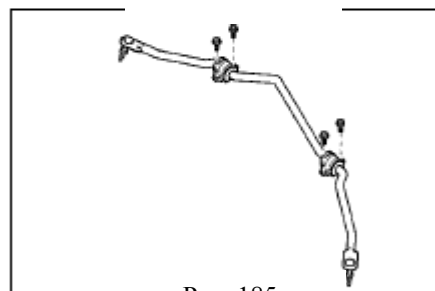

Рис. 185
- (3) Снимите передний стержень стабилизатора открутив четыре болта центральных креплений. (рис. 185)